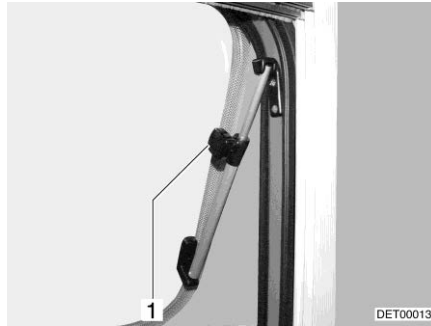

Bild 120 Tacklucka med vridspärrar, öppen
- Takluckan öppnas till önskat läge och fixeras med ratten (Bild 120,1). Takluckan låses i önskat läge.
- Vrid den lettrade hylsan (Bild 120,1) tills låsningen släpper.